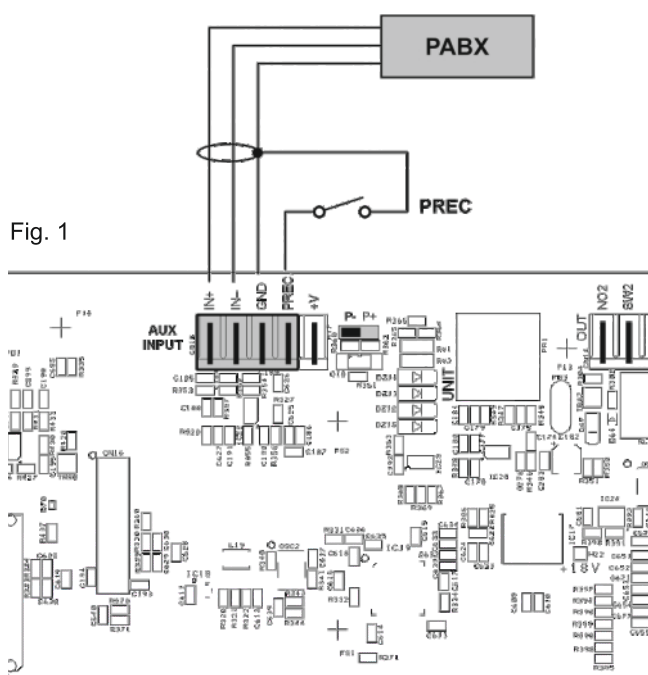
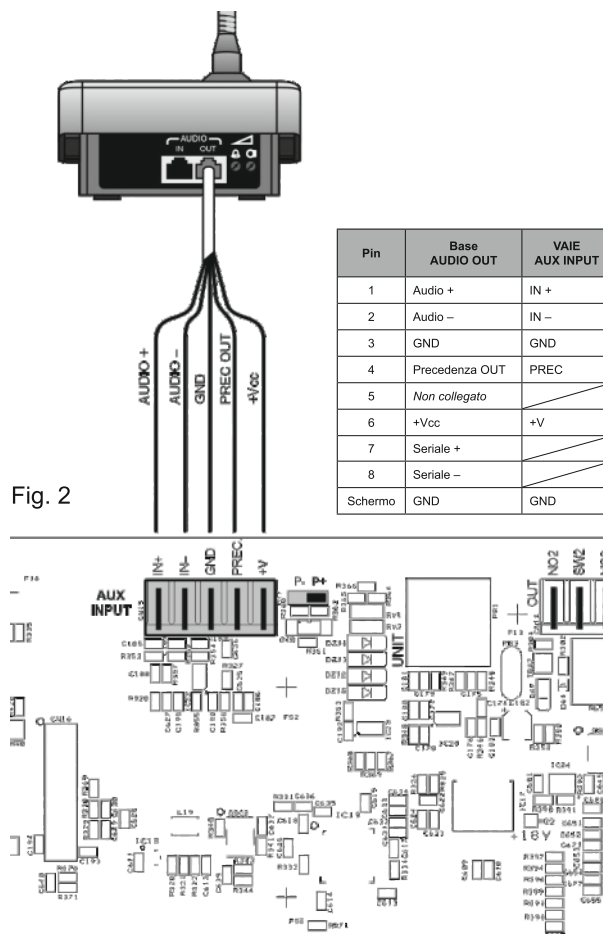

Fig. 1
Fig. 2
I morsetti **AUX INPUT** (7) sono disponibili per la connessione di sorgenti ausiliarie (ad es. un centralino telefonico od una base per annunci con contatto di precedenza). Nel primo caso, è necessario inserire un jumper in posizione "P-" sul connettore a lato della morsetti (vedi Fig. 1); nel secondo caso, invece, utilizzando una postazione preamplificata Serie MBT 1101, il collegamento tra la presa AUDIO OUT della base e i morsetti AUX INPUT dovrà essere effettuato secondo quanto riportato nella tabella ed il jumper dovrà essere posizionato su "P+" (Fig. 2).